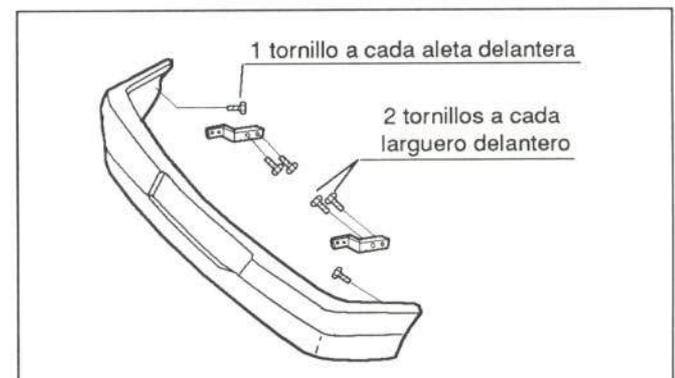

Figura 17.- Fijación del paragolpes
El paragolpes va fijado a la carrocería según se muestra en la figura 17.
- Paragolpes (figura 17)